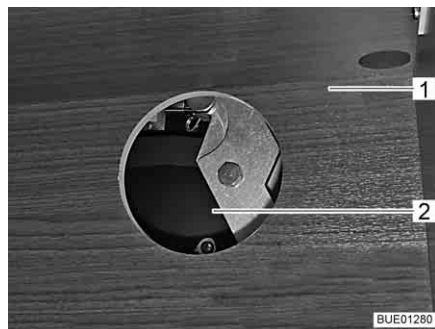

Bild 117 Åtkomst till drivenheten
- Öppna, beroende på modell, luckan på hängskåpet (Bild 117,1) och dra bort locket från åtkomstöppningen (Bild 117,2).